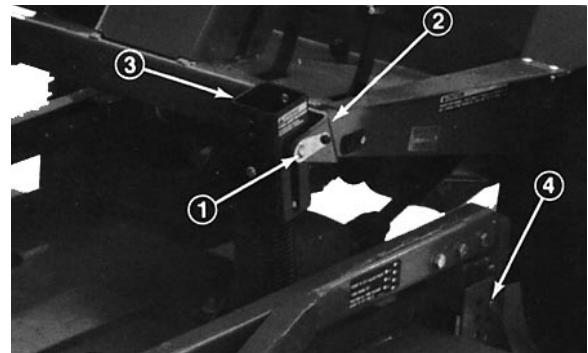

Fig. 6
2. Staccare il contrappeso dal trattorino, togliere i perni di bloccaggio dalle staffe, separare i gruppi di tensionamento molle dalle staffe ed appoggiarli sul piatto di taglio. Fissare i perni di bloccaggio alle staffe, senza stringere, per non smarirli (Fig. 6).
3. Abbassare l'apparato di taglio e togliere i 4 perni dalle staffe dell'altezza di taglio (Fig. 6).